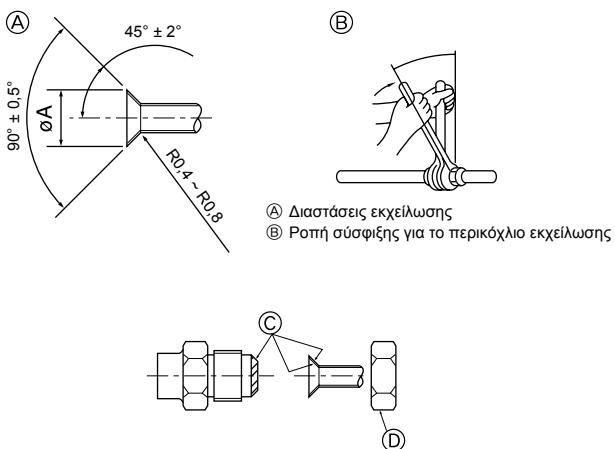

Fig. 4-1
- Πριν βιδώσετε το περικόχλιο εκχείλωσης απλώστε στα σωλήνα και στην κοινή επιφάνεια που επικάθεται λεπτό στρώμα από ψυκτικό λάδι. (Ⓐ) (Fig.4-1)
- Χρησιμοποιήστε δύο κλειδιά για να σφίξετε τις συνδέσεις των σωλήνων. (Ⓑ) (Fig.4-1)
- Αλείψτε με ψυκτικό λάδι ολόκληρη την επιφάνεια στα διαπλατυσμένα τμήματα. (Ⓒ) (Fig.4-1)
- Χρησιμοποιήστε τα παξιμάδια ρακόρ για το παρακάτω μέγεθος σωλήνα. (Ⓓ) (Fig.4-1)
(Ⓐ) (Fig. 4-1)
(Ⓑ) (Fig. 4-1)